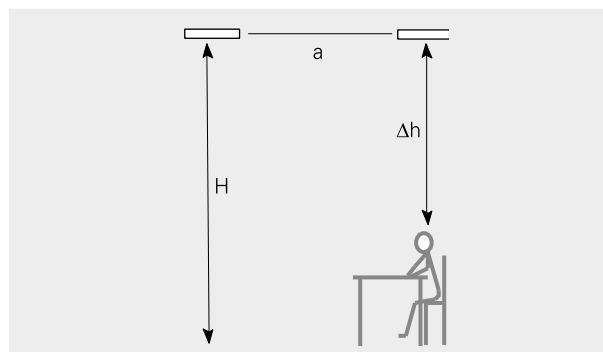

Fig. 1: Verticale plaatsing.
Bij het plannen van de installatie van een Elztrip moet de afstand tussen de stralers niet groter zijn dan de hoogte tussen straler en vloer. Dat houdt in dat (a) kleiner moet zijn dan (H). Zie Fig. 1. Bij ruimtes die niet zo vaak worden gebruikt, zijn de comforteisen vaak wat lager en kan de afstand tussen de stralers worden opgevoerd. Bij vaak gebruikte ruimtes moet de afstand tussen een zittende persoon en een straler minimaal 1,5 tot 2 meter bedragen (Δh). Als deze twee richtlijnen worden aangehouden, zal het verschil in operationele temperatuur niet uitkomen boven het comfortniveau $\Delta t_{\text{op}} = 5^\circ\text{C}$. Dat betekent dat het verschil tussen de daadwerkelijke temperatuur en de waargenomen temperatuur niet meer zal bedragen dan 5°C .